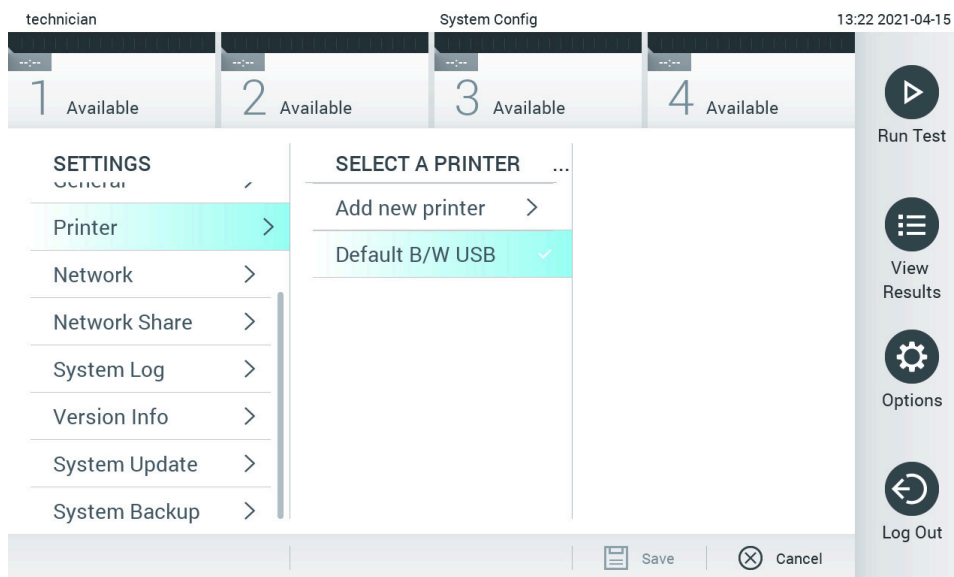

Figure 74. Sélection de l'imprimante du système.
3. Sélectionnez une imprimante dans la liste des imprimantes disponibles (figure 74).